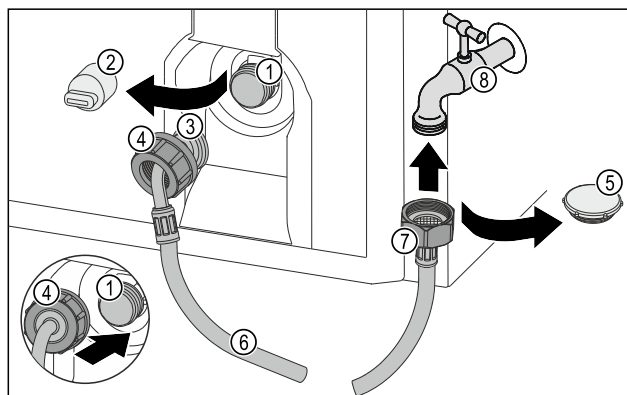

Fig. 63
- ▶ Verschlusskappe Fig. 63 (5) entfernen.
- ▶ Gerades Schlauchende Fig. 63 (7) am Wasserhahn Fig. 63 (8) ansetzen.
- ▶ Mutter am geraden Schlauchende Fig. 63 (7) im Uhrzeigersinn festziehen.